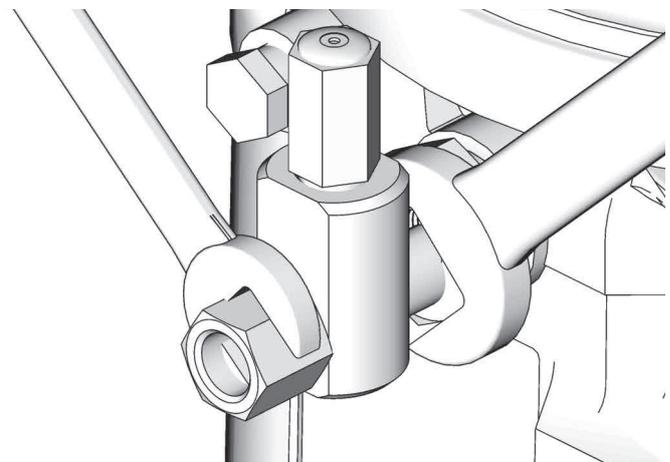

FIG. 11
1. Desserrez le raccord d'élément de pompe (FIG. 11).
3. Serrez le raccord d'élément de pompe à l'aide de deux clés travaillant dans des directions opposées (FIG. 11).